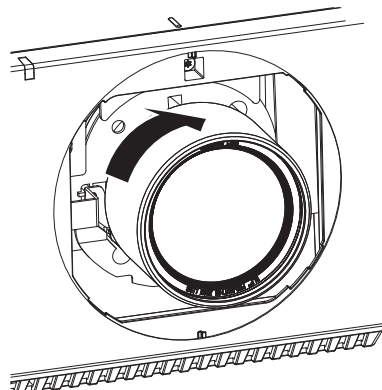

Fig. 2
- 2) **Ruotare l'obiettivo di proiezione in senso orario fino a percepire un rumore di scatto. (Fig. 2)**